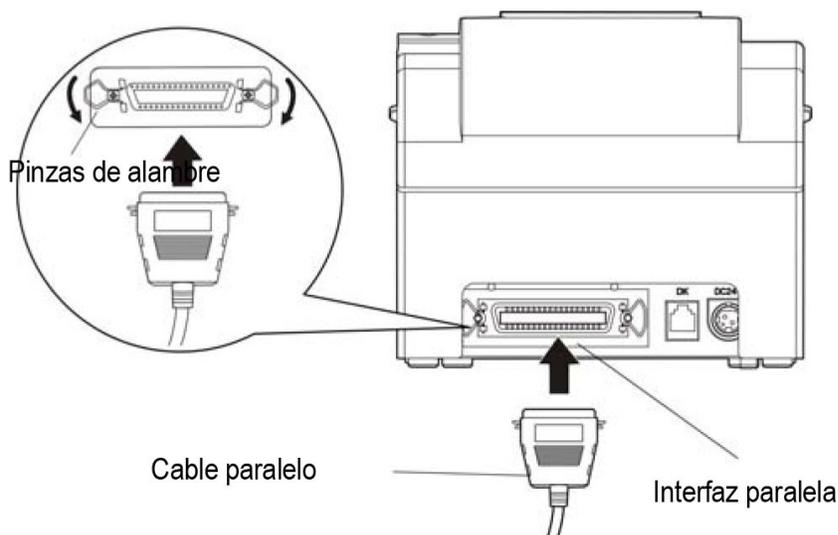

Figura 2-3 Conexión del cable paralelo
1. Asegúrese de que la computadora y la impresora estén apagadas, conecte el cable paralelo a la interfaz paralela de la impresora y apriete las pinzas de alambre en ambos lados del conector para fijar el cable. (Como se muestra en la Figura 2-3)